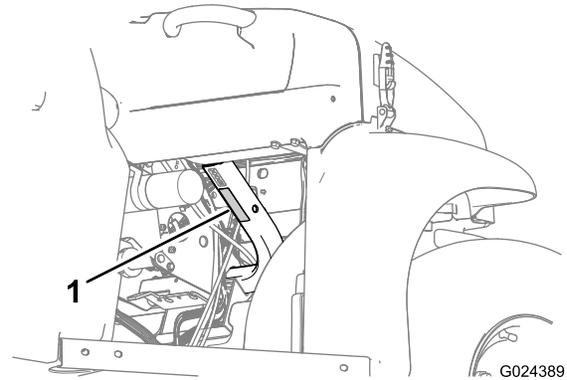

Bild 19
- Halten Sie die Nutzlast der Maschine ein und begrenzen Sie das Gewicht auf die Last, die Sie in der Staubox befördern können, siehe Technische Daten \(Seite 17\), und die auf dem Nutzlastaufkleber an der Maschine angegeben ist (Bild 19).